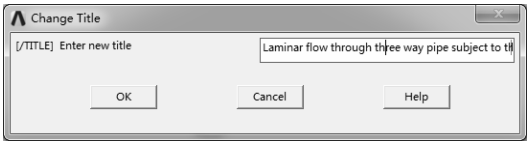

图 10-46 “Change Title” 对话框
2) 选择 “Utility Menu>File>Change Title” 命令，弹出 “Change Title” 对话框，修改标题为 “Laminar flow through three way pipe subject to therm”，如图 10-46 所示。单击 “OK” 按钮完成修改。